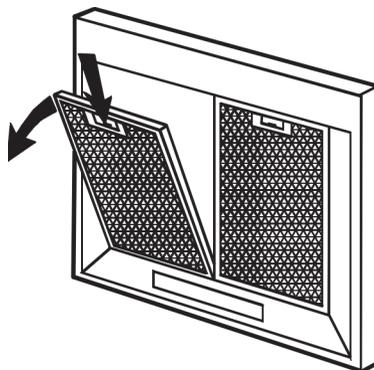

fig.1
2. A l'aide de la poignée, poussez l'arrêt vers l'intérieur de l'appareil et tirez le filtre à graisse vers le bas (fig. 1).